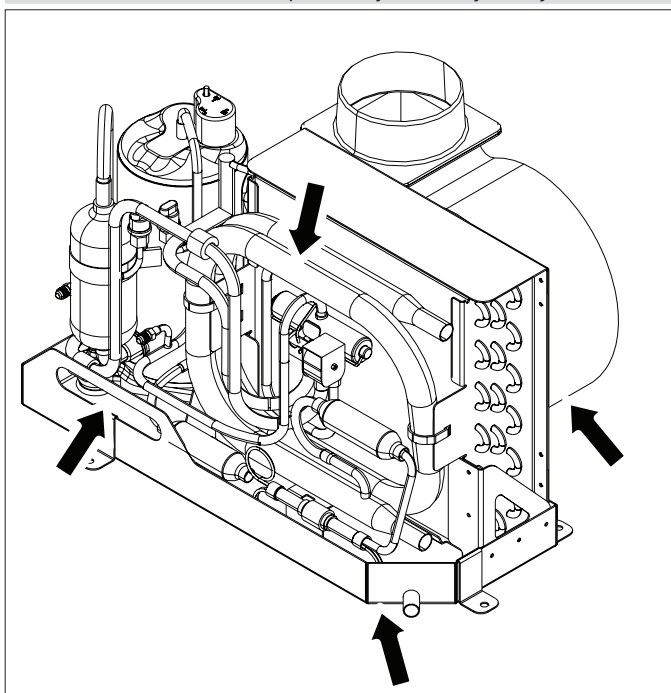

Рис.6 Транспортировка кондиционера
- ▶ Переносите кондиционер только за конденсатную ванну, вентилятор или верхнее колено трубы конденсатора. Никогда не беритесь и не переносите кондиционер за другие трубопроводы. См. Рис.6.